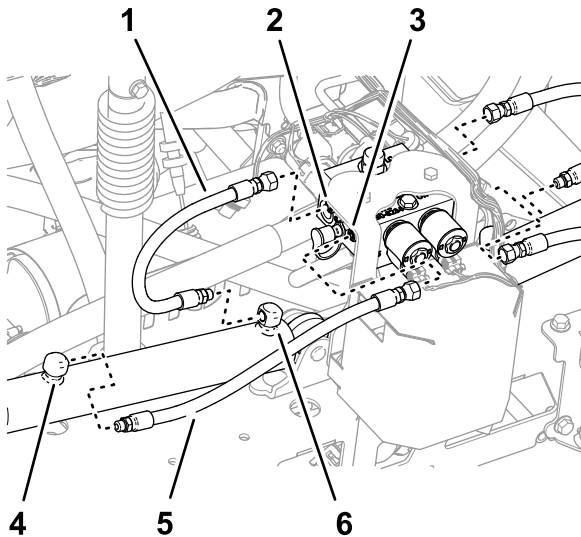

図 39
1. 左右の昇降シリンダの伸長ポートと引き込みポートからホースを外す 図 39。
2. 昇降シリンダマニホルドのC2ポートとC4ポートからホースを外す 図 39。
3. 左右の昇降シリンダの引き込みポートからホースを外す 図 39。
4. 昇降シリンダマニホルドのC1ポートとC3ポートからホースを外す 図 39。